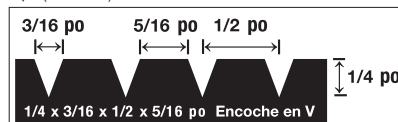

Figure 2
- Truelle de 6 x 13 x 8 mm (1/4 x 1/2 x 3/16 po) encoche en V (Figure 2)